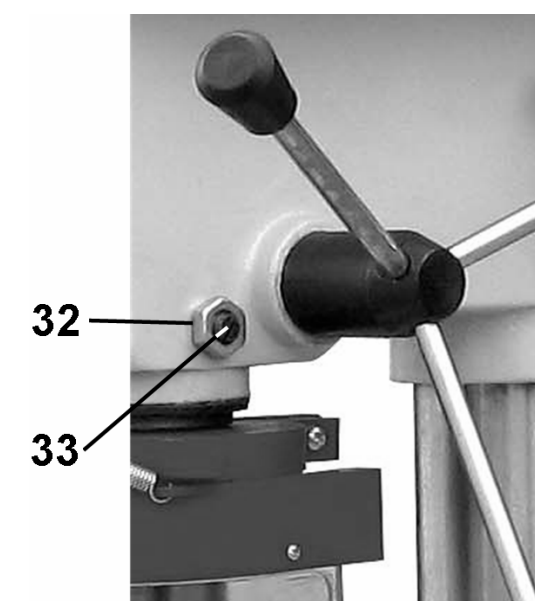

Рис. 7
9.10. Проверьте поперечный люфт шпинделя, покачивая за сверлильный патрон (5), Рис.2. При необходимости его можно уменьшить, поворачивая по часовой стрелке винт (33), Рис.7, предварительно ослабив контргайку (32). По окончании регулировки закрепите положение контргайкой (32).